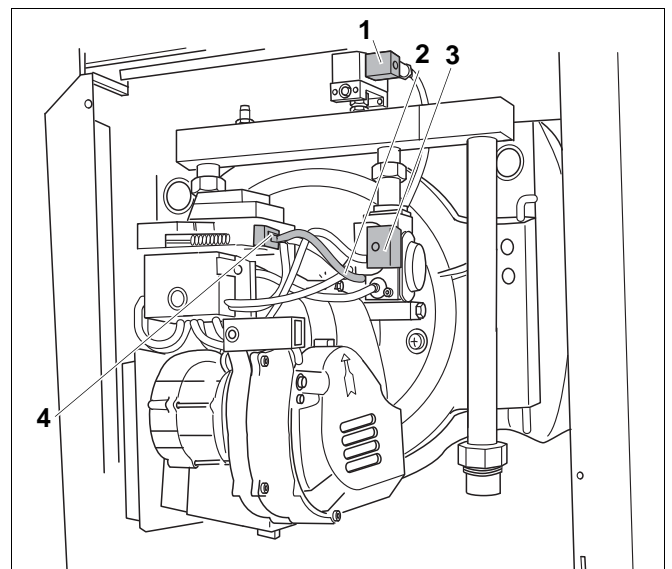

Рис. 56 Выньте штекер
- Отсоедините штекер реле контроля давления газа (рис. 56, **поз. 1**).
- Отсоедините ионизационный кабель блока электродов (рис. 56, **поз. 2**).
- Выньте штекеры из левой и правой газовой арматуры (рис. 56, **поз. 3**).
- Выньте штекер запального трансформатора (рис. 56, **поз. 4**).